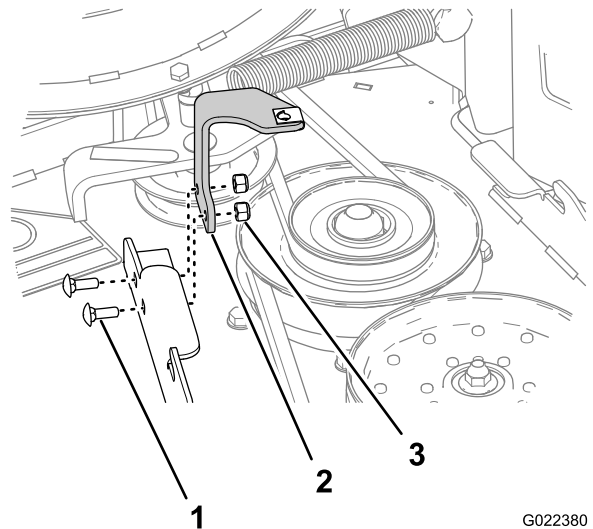

Figure 8
protège-courroie à la bride avant du plateau de coupe (Figure 8).
2. Déposez le support du protège-courroie du plateau de coupe (Figure 8).